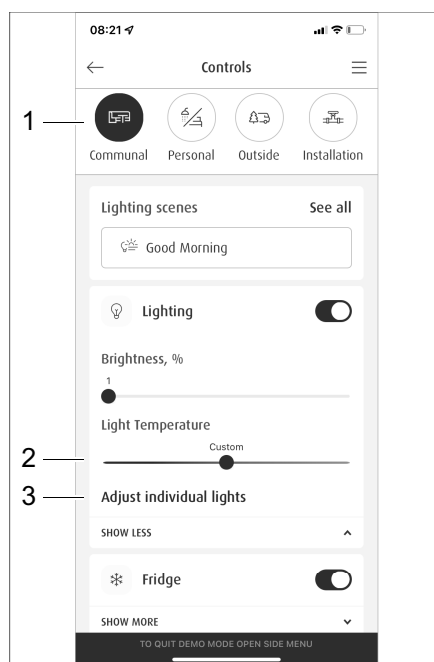
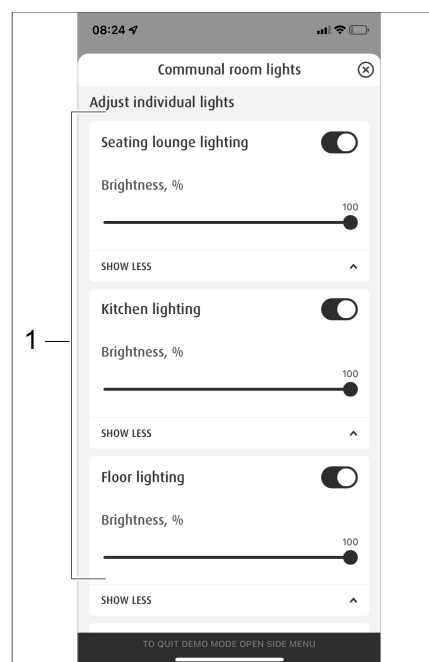

Fig. 299 Sélection de scénarios préétablis
Fig. 300 Gestion des scénarios
- Dans le menu *Commande*, appuyer sur la touche *Habitation* (Fig. 299,1).
- Dans le menu *Habitation*, appuyer sur *Régler individuellement les lumières* (Fig. 299,3). Le menu *Régler individuellement les lumières* (Fig. 300) s'ouvre.
- Dans la sélection de l'éclairage (Fig. 300,1), choisir l'éclairage souhaité et régler la température de la lumière à l'aide de l'interrupteur coulissant (Fig. 299,2).